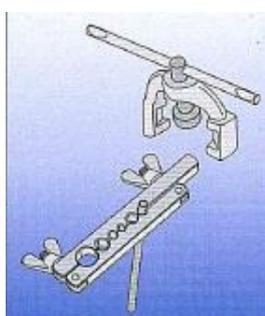
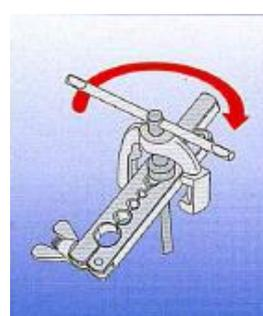

Рис. 3
Рис. 4
4. Руководствуясь (**рис. 3 и рис. 4**) установите струбцину для вальцевания на зажимной блок.